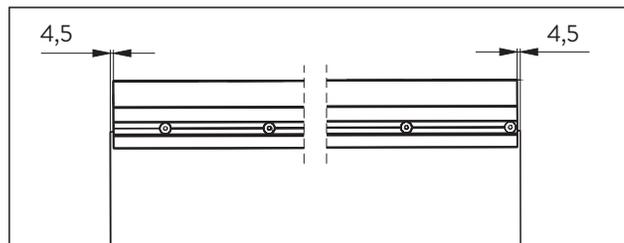

Fig. 19 Allineare la guida superiore
7. Allineare la guida superiore a una distanza di 4,5 mm dal vetro (Fig. 19).
2. Allineare la guida superiore a una distanza di 4,5 mm dal vetro (Fig. 19).